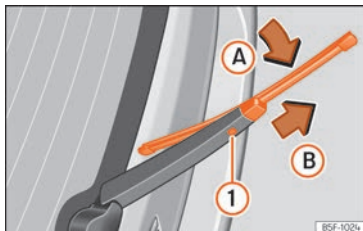

Fig. 160 Cambio de la escobilla de la luneta trasera.
- Rote la escobilla ligeramente »» fig. 160 (flecha A).
- Mantenga presionada la tecla de desbloqueo ① tirando de la escobilla en el sentido de la flecha B.
- Inserte en el brazo limpiaventana una escobilla nueva **de la misma longitud y tipo**, en sentido contrario a la flecha B hasta que encastre la tecla ①.